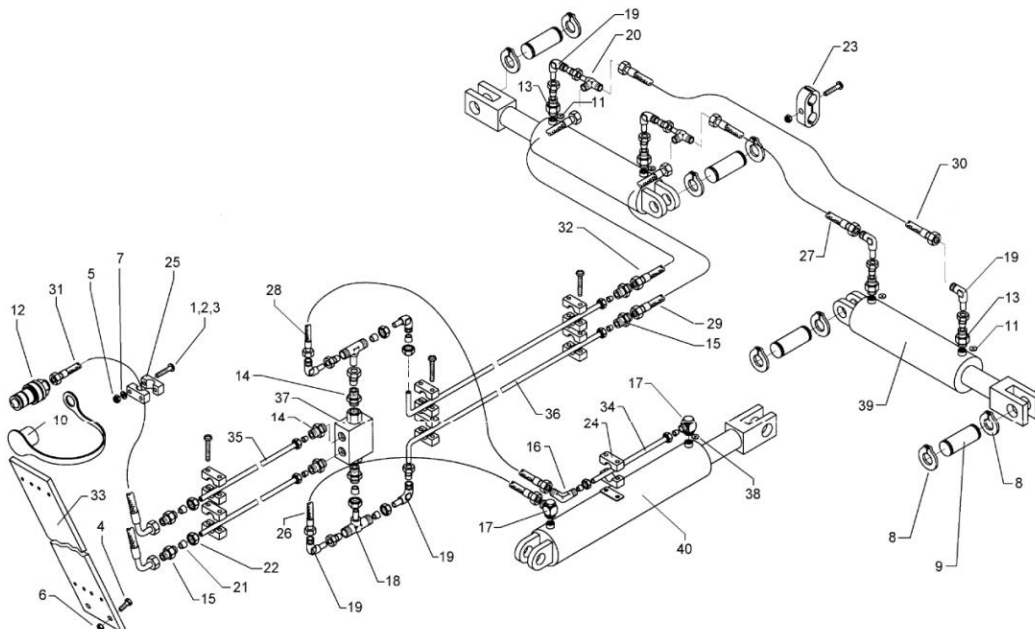

Рис. 4.6 – Гидропривод складного устройства
**Гидравлический привод складного устройства** (рис.4.6) предназначен для перевода (складывания) секций рамы в транспортное положение